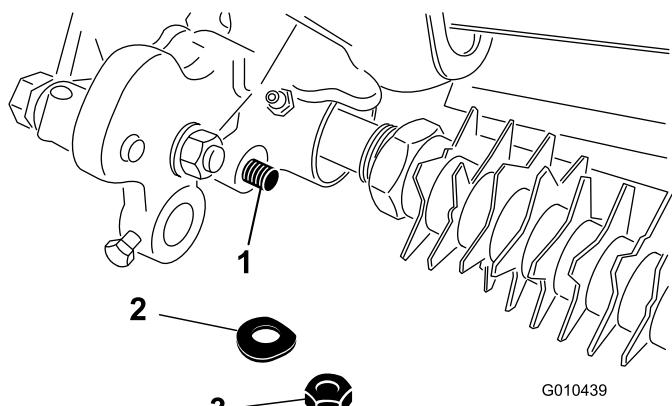

Рисунок 29
4. Снимите контргайку и пружинную шайбу, которые крепят конец стержня узла рычага высоты сканирования к узлу привода механической щетки (Рисунок 29).